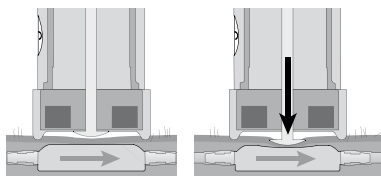

图15: 调节压力设置
5. 只要将调节仪器定位在阀门中心，立刻将按钮推到阀门上，并出现调整端。这会导致机械分离，然后将阀门设置调节到所需的开启压力设置(图15)。